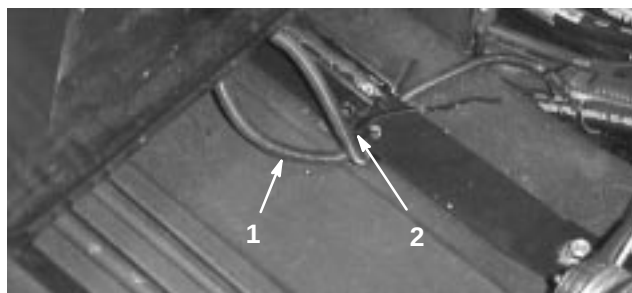

Bild 5
6. Verlegen Sie (nur beim Deluxe-Sitz) den überflüssigen Sitzschalteranschluss unter der Sitzbefestigung und sichern beide Drähte mit einer Kabelbinde am hintersten Loch der Sitzbefestigung ab (Bild 5) (Kabelbinde zählt zum Lieferumfang des Sitzbausatzes).